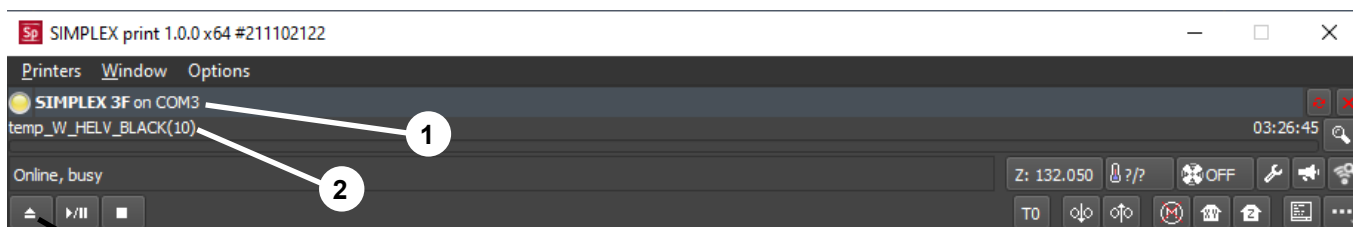

Fig. 67
- ♦ A SIMPLEX é exibida na barra de status (1, Fig. 67)
⇒ Selecione e carregue o G-Code clicando no botão de carregamento (3, Fig. 67).
- ♦ O nome do arquivo correspondente é exibido na barra de status (2, Fig. 67)